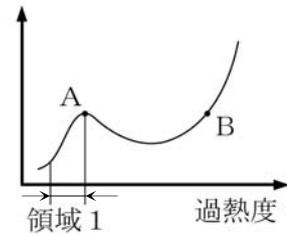

図1
(3) 水の沸騰現象の概略を表す沸騰曲線（図1）では、縦軸に (④)、横軸に過熱度がとられる。ただし、過熱度の定義は (⑤) と (⑥) の差（ただし⑤>⑥）である。また、領域1は (⑦) 領域とよばれ、気泡は伝熱面上の小さなキズなどから生じる。図1のA点では (④) が極大となり、それ以上の過熱度では、状態が不安定（A点からB点にジャンプするなど）になる。なお、A点における (④) を (⑧) といい、その際の過熱度は (⑨)。